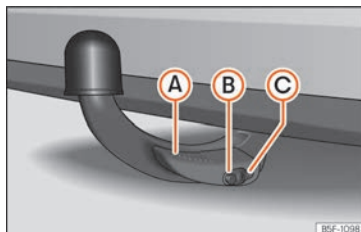

Fig. 258 Boule amovible fixée correctement
- Le levier (A) » fig. 258 est totalement relevé.
- La broche de déverrouillage (B) » fig. 258 ressort complètement (sa partie rouge et verte est visible).
- Le cache (C) » fig. 258 est mis en place sur la serrure.